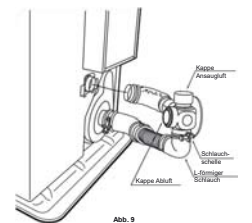

Abb. 9
8. Schneiden Sie den flexiblen Luftschlauch notfalls zu. Befestigen Sie den L-förmigen Schlauch an beiden Enden des Zulaufschlauchs und anschließend am Zulauf des Abgasrohrs. Befestigen Sie den L-förmigen Schlauch an beiden Enden des flexiblen Luftschlauchs. Befestigen Sie den L-förmigen Schlauch jetzt am Zulauf des Abgasrohrs. Befestigen Sie den L-förmigen Schlauch mit einer Schlauchschelle am Zulauf. Verschließen Sie die nicht verwendeten Zu- und Abläufe mit den beiliegenden Kappen. Prüfen Sie den festen Sitz der Kappen (Abb. 9). Verwenden Sie Wasser oder Seifenlauge zur Schmierung, wenn Sie den L-förmigen Schlauch am Zulaufschlauch anbringen. Die Gesamtlänge des Abgasrohrs darf maximal 3 m (max. 3 Krümmungen) betragen.